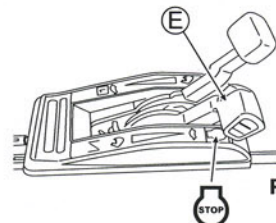

Рис. 8.
- 2 Переведите рычаг газа (E) в положение "STOP". (См. рис. 8.)